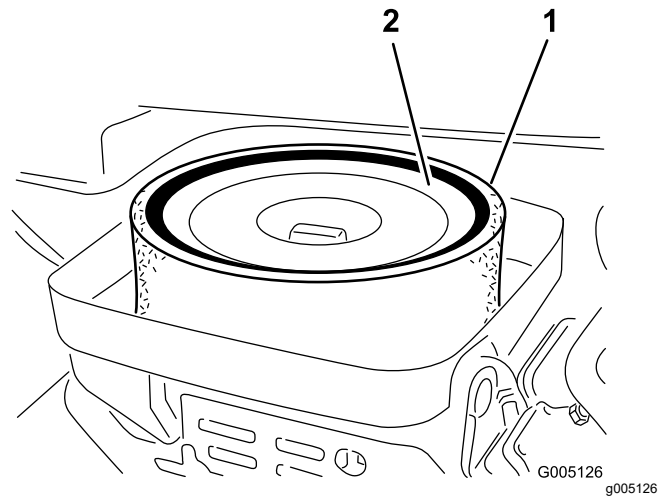

图 39
3. 卸下将滤芯固定到空气滤清器壳体上的蝶形螺帽 图 39。
4. 如果泡沫滤芯变脏请将其从纸质滤芯中取出 图 39。按照以下方式彻底清洁滤芯